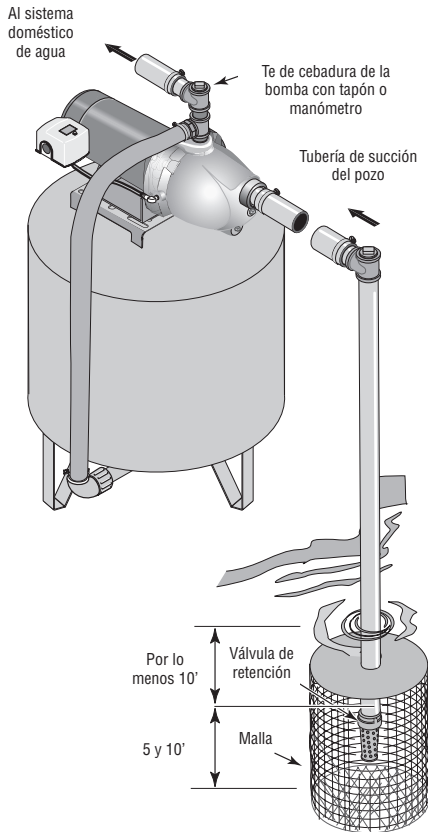

Figura 3 - Instalación para agua superficial
Instalación para agua superficial (Figura 3)
2. Instale una válvula de retención y la tubería de succión (vea la Figura 3). Asegúrese de que la válvula de retención funcione libremente. Utilice cinta sellante de PTFE para roscas de tubería o un compuesto a base de PTFE especial para juntas de tuberías de las juntas roscadas de la tubería. Proteja la conexión de la válvula de retención de peces, basura, etc., con la instalación de una malla de alambre a su alrededor (vea la Figura 3).
4. Instale una “T” para cebar, tapón para cebar y la tubería de succión a la bomba (vea la Figura 3). Soporte la tubería para que no haya inclinaciones verticales o hundimientos en ella a fin de que no ejerza tensión sobre el cuerpo de la bomba y con el propósito de que no se incline ligeramente hacia arriba desde el pozo hacia la bomba (los puntos altos pueden ocasionar que se formen bolsas de aire que pueden bloquear la bomba). Selle las juntas de la tubería de succión con cinta sellante de PTFE para roscas de tubería o con un compuesto a base de PTFE especial para las juntas de las tuberías. Las juntas deben ser a prueba de agua o estar herméticamente cerradas. Si la tubería de succión pudiera succionar aire, la bomba no podrá sacar agua del pozo.